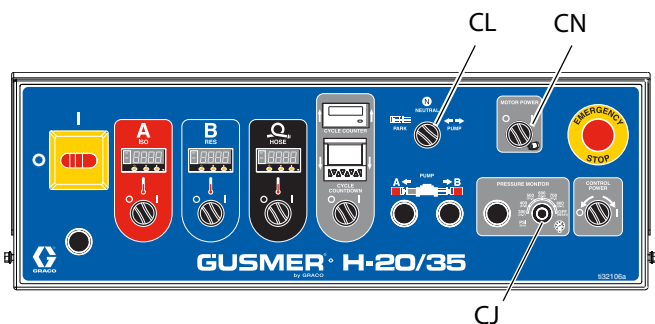

Рис. 39
9. Поверните круглую ручку контроля давления (CJ) в положение **ВЫКЛ.** См. Рис. 39.
10. Запустите гидравлический двигатель, для чего поверните выключатель питания двигателя (CN) в положение ВКЛ. Затем поверните ручку переключателя управления насосом (CL) в положение НАСОС.